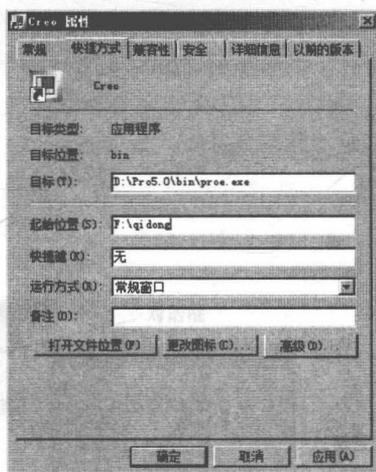

图 1-18 设置启动文件夹
(3) 弹出【Creo 属性】对话框，在【起始位置】文本框中输入起始文件夹的路径，如“F:\qidong”，单击 **确定** 按钮完成设置，如图 1-18 所示。